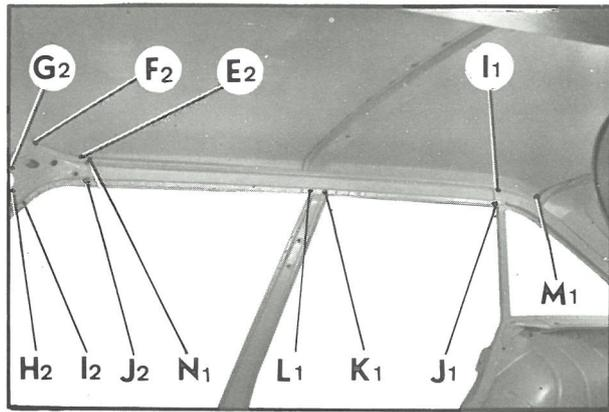

Fig. 7
- en* I₁ J₁ (fig. 7)
- en* K₁ (fig. 7) (un point)
- en* L₁ (fig. 7) (un point)
- en* M₁ N₁ (fig. 7)
- en* E₂ F₂ (fig. 7)
- en* G₂ H₂ (fig. 7)
- en* I₂ J₂ (fig. 7)